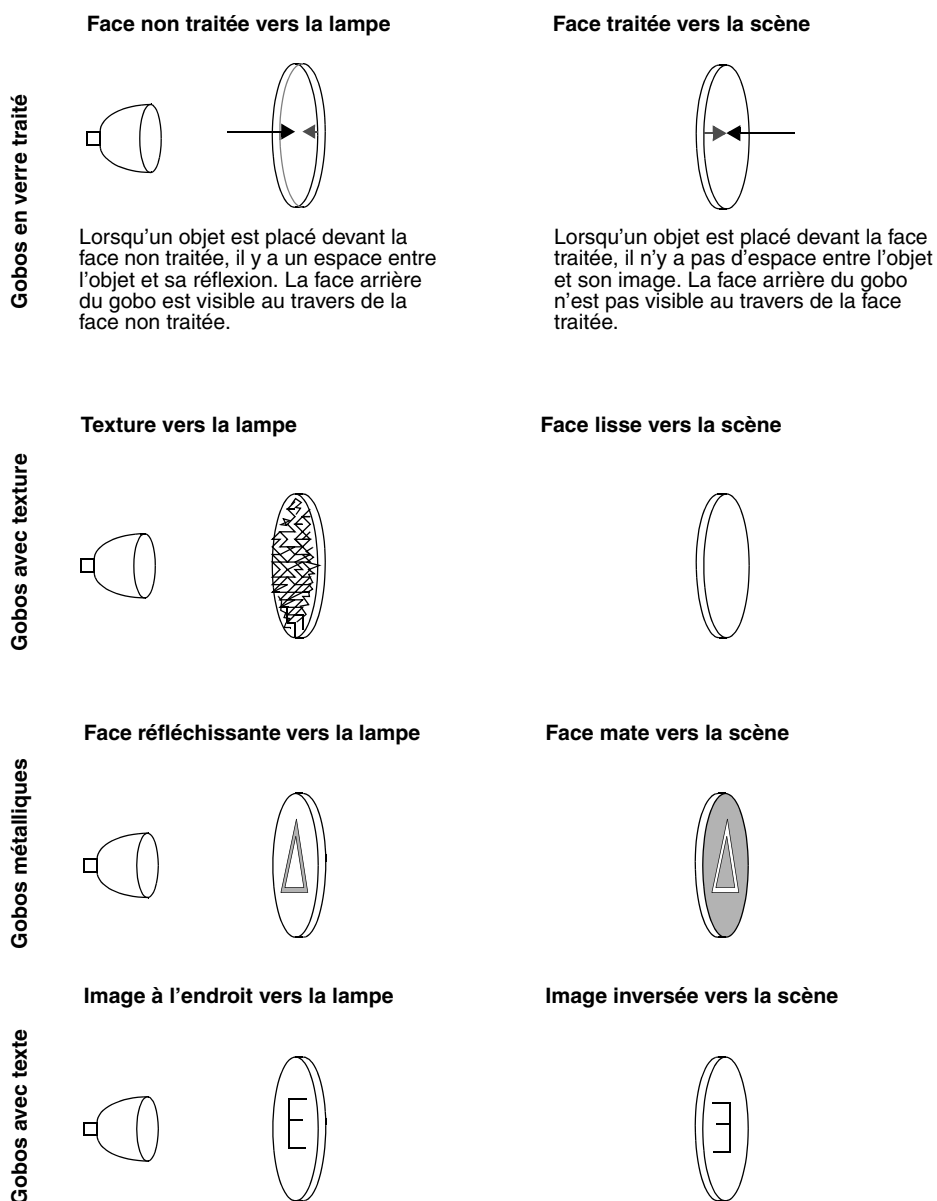

Figure 9: Orientation des gobos
La Figure 9 montre l'orientation correcte d'un gobo en fonction de son type. En cas de doute, installez toujours les gobos avec la face la plus réfléchissante vers la lampe.
- 4 Insérez le nouveau gobo dans le porte gobo selon l'orientation donnée en Figure 9 et Figure 10. La face 'vers la scène' doit être à l'opposé du ressort.
- 4 Pour insérer un gobo, orientez-le selon les indications de la Figure 9 et glissez-le sous le ressort de rétention. Vérifiez le centrage de l'image.